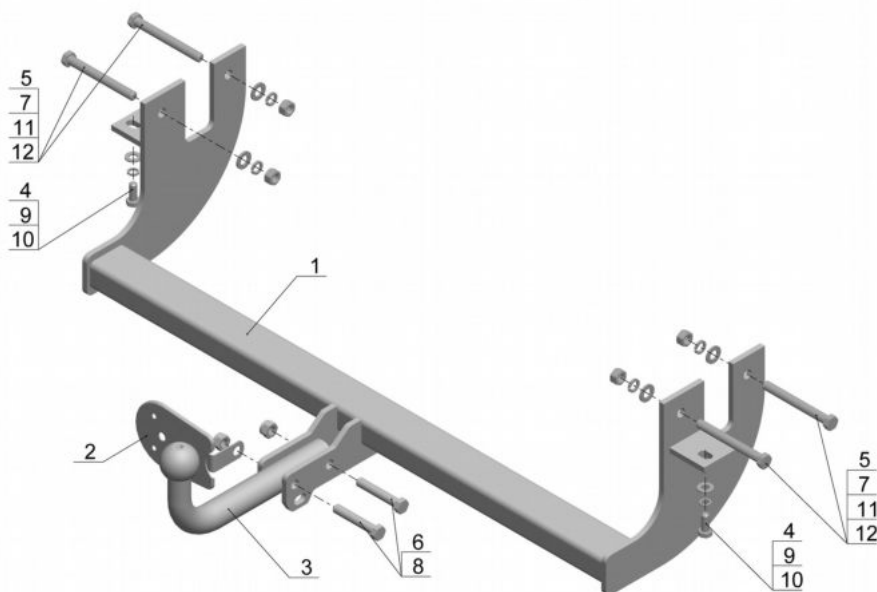

Рис.1.
- Установить ТСУ (рис.1) на автомобиль и зафиксировать его с помощью крепежных элементов (поз.5,7,11,12) и (поз.4,9,10), используя штатные отверстия в лонжеронах;